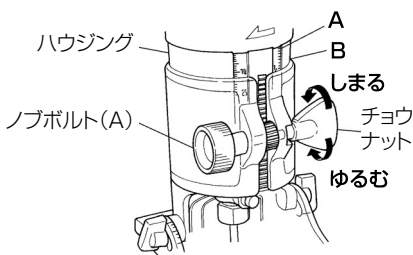

図 9
- (3) ハウジングホルダの上端部(図9のB部)が、ハウジングの目盛(図9のA部)と合っているところを読みとります。
- (4) 切込み深さになるまでベース組を移動させます。(目盛は1mm間隔になっております。)
- (5) ベース組のチョウナットをしっかりと締付けてください。(図9)